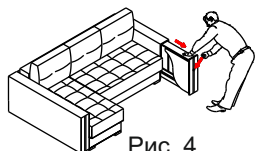

Рис. 4
- ⇨ Выдвинуть внутреннюю часть боковины вперед на себя до упора (Рис.4).